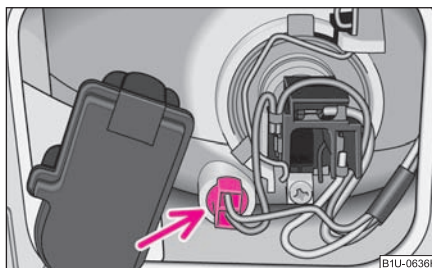

Fig. 175 Înlocuirea becului luminii de poziție
- Trageți soclul becului cu becul din far ⇒ fig. 175.